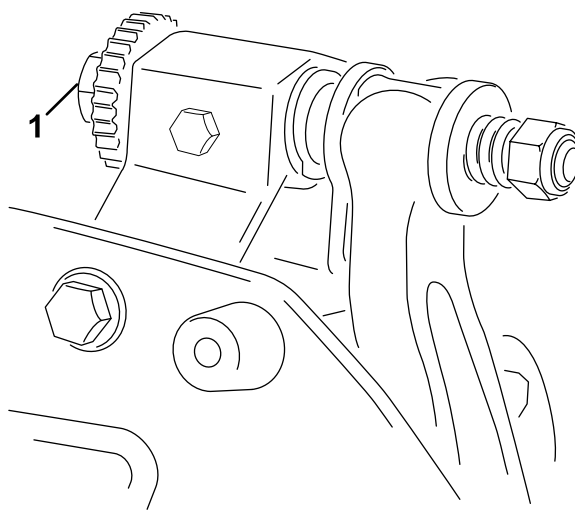

图 6
A. 顺时针旋转底刀架调节螺丝 图 6 一次调整一格直到感觉并听到轻微的接触。
- 向右转动底刀架调节螺栓 图 6 通过左右滑动薄垫片直至感到薄垫片上存在轻微的压力。取出薄垫片。